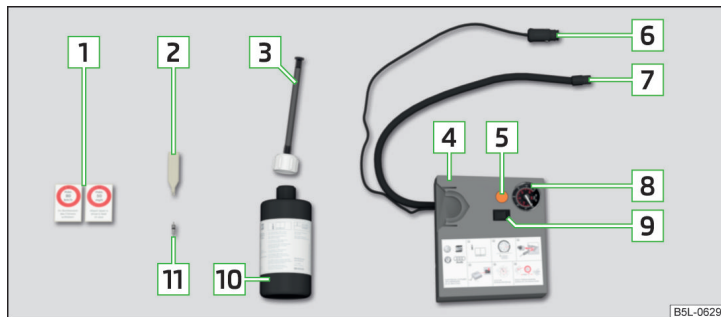

Bild 186 Principskiss: Beståndsdelar i reparationssatsen
Beståndsdelar i satsen » bild 186
- Fäst etiketten **1** » bild 186 på sidan 168 på instrumentpanelen i förarens synfält.
- Skaka påfyllningsflaskan **10** » bild 186 på sidan 168 några gånger fram och tillbaka.
- Skruva fast luftkompressorns däckpåfyllningsslang **7** » bild 186 på sidan 168 på däckventilen.